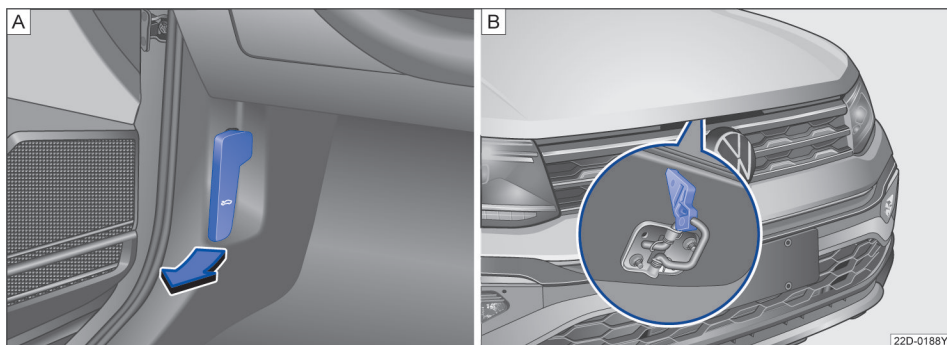

图 151 [A]. 发动机舱盖锁开启手柄。[B]. 散热器格栅上方用于打开发动机舱盖的分离杆
- 将车门打开沿图示箭头方向拉动开启手柄→图 151 [A]，舱盖在弹簧机构的作用下弹开稍许。
- 略微抬起发动机舱盖，拨动锁钩，使锁钩脱离→图 151 [B] →▲